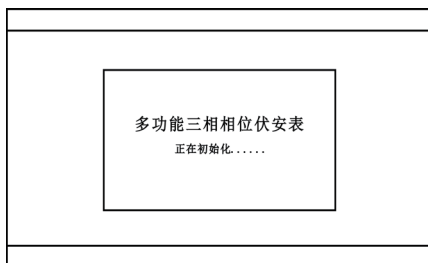
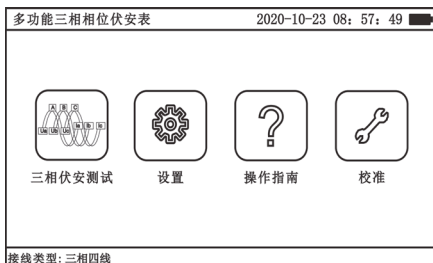

图 5 （初始化界面）
图 6 （主界面）
(1) 开机。仪表在关机状态下，按一下开机键，仪表上电，进入开机界面，如图 5 所示。初始化完成（约 5 秒）切换到主菜单界面。仪表开机进入主菜单界面后，只需点击相应的功能图标，就可以进入相应的功能选项（**校准功能属于我司校准人员使用，对用户不可用**）。如图 6 所示。